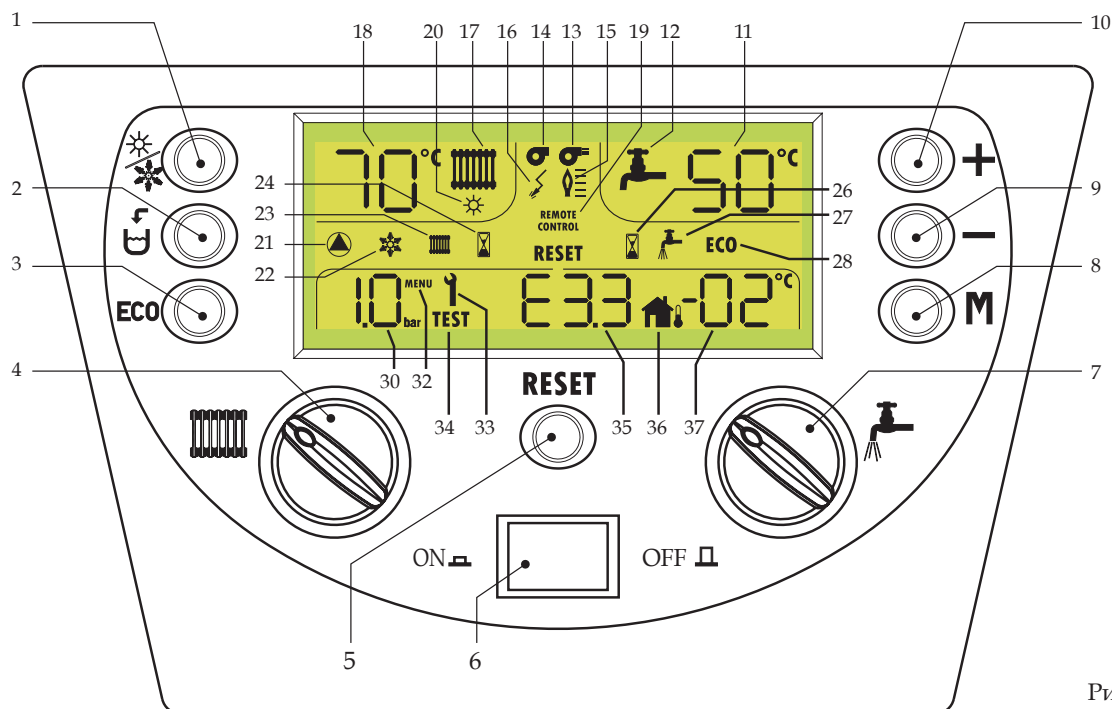

Рис. 1
Для включения/отключения режима Комфорт достаточно нажать клавишу 3 (ECO - 3 рис. 1). Когда включен режим Комфорт, надпись ECO исчезает с дисплея.
Для восстановления рабочего режима - нажать клавишу 5 (Сброс (Reset) - рис. 1).
- ☐ Нажать клавишу ВКЛ/ВЫКЛ (ON/OFF) (см. рис. 1)
Нажать клавишу ВКЛ/ВЫКЛ (ON/OFF) (см. рис. 1)
Для выбора одного из двух режимов достаточно нажать клавишу 1 (рис. 1).